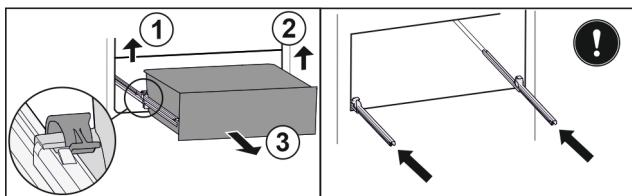

Fig. 96
- Zvedněte levou svorku a současně vytáhněte zásuvku vlevo dopředu. Fig. 96 (1)
- Zvedněte pravou svorku a současně vytáhněte zásuvku vpravo dopředu. Fig. 96 (2)
- Vyjměte zásuvku dopředu. Fig. 96 (3)